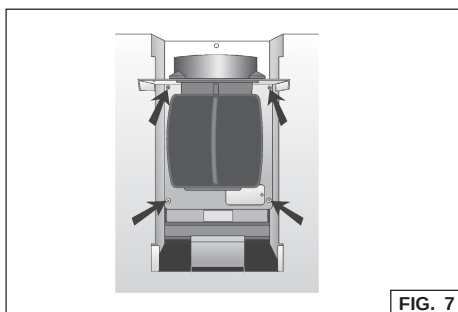

FIG. 7
- démonter le bloc moteur (y compris la plaque sur laquelle il est fixé) en dévissant les 4 vis (Fig. 7).